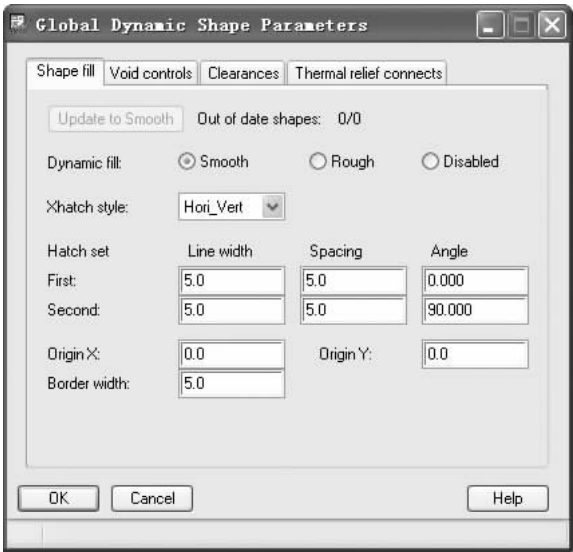

图 10-16 “Global Dynamic Shape Parameters（全局动态形体参数）”对话框
(1) “Edit global dynamic shape parameters”：单击此按钮，弹出如图 10-16 所示的“Global Dynamic Shape Parameters（全局动态形体参数）”对话框，编辑全局动态形体参数。